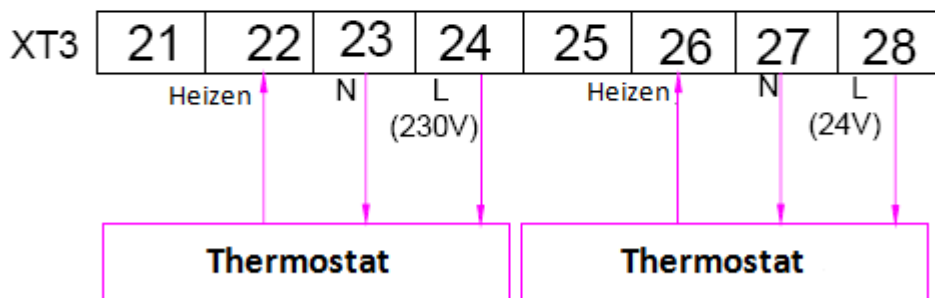

Abbildung 2
- Beim nur Heizen, schauen Sie auf der Abbildung 2.